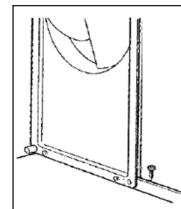

Abb. 5.
b) Den Eiswürfelbereiter an den eigenen Vorratsbehälter anschließen. Die Verbindung mit den zwei mitgelieferten Schrauben (Abb. 5) sichern.